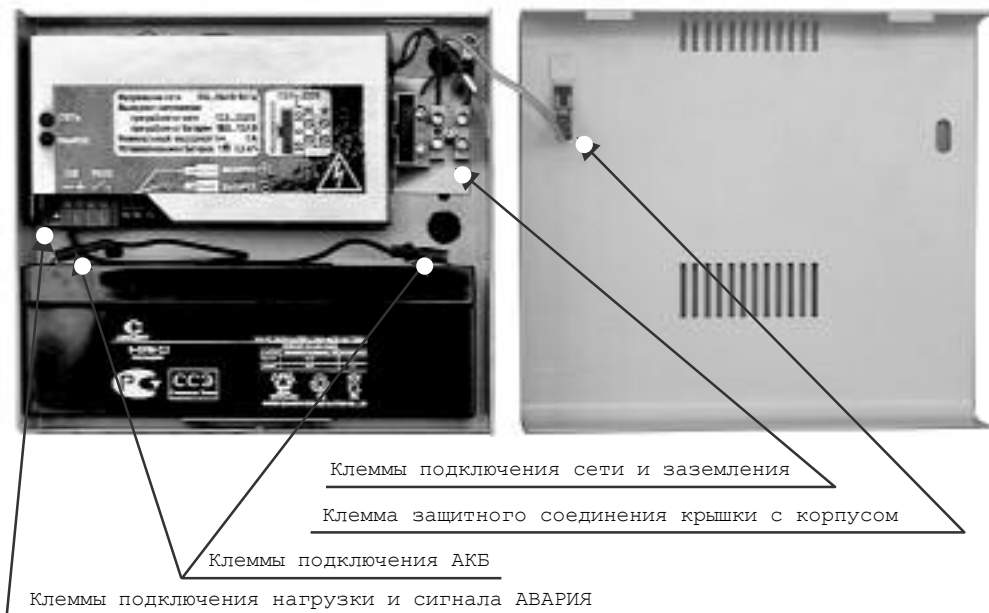

Рисунок 1
4.2 Конструктивно ИБП выполнен в виде настенного модуля (см. рисунок 1), состоящего из основания с модулем питания и